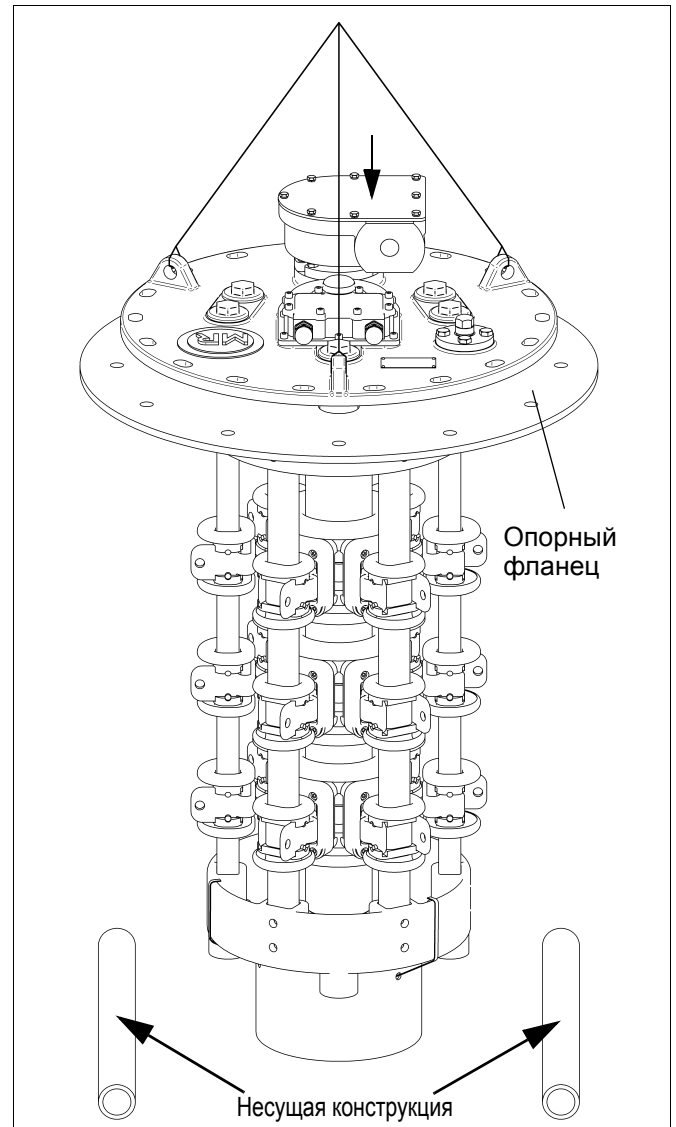

рис. 97
- 1) Поднимите устройство ПБВ в несущую конструкцию (рис. 97).